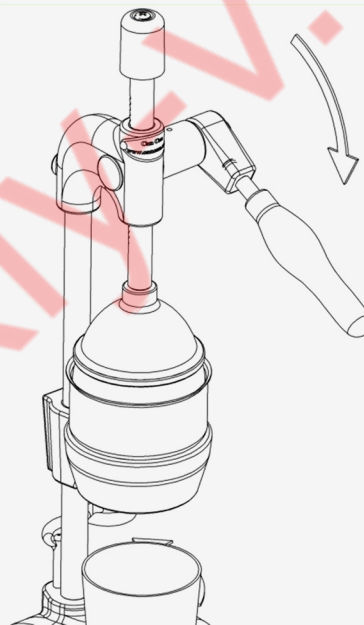

Рисунок 6
✓ Поверните Рукоятку (11) оборудования на себя около полтора круга. По окончании работы верните Рукоятку (11) в первоначальное место. Извлеките уже выжатый фрукт с Фильтра (12) (Рисунок 6).